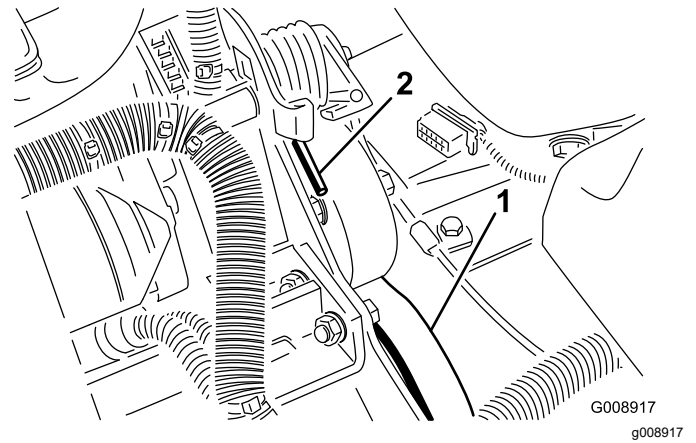

图 74
3. 上下按动弹簧的端部 (图 74) 将其从支架上解开释放弹簧上的张力。